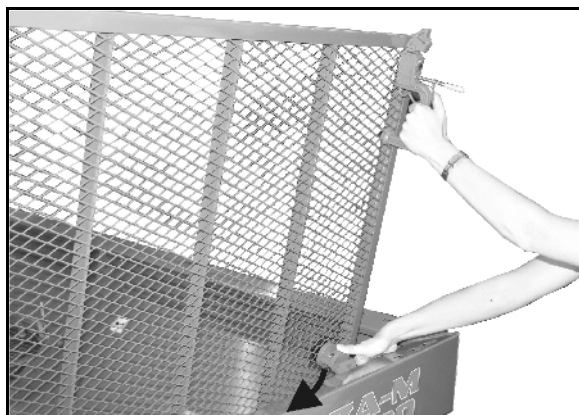

Bild 18
3. Fäll upp skyddsgallret tills låset hakar i behållarens kant (Bild 18).
- Tryck ner spärren innan du stänger skyddsgallret (Bild 18).